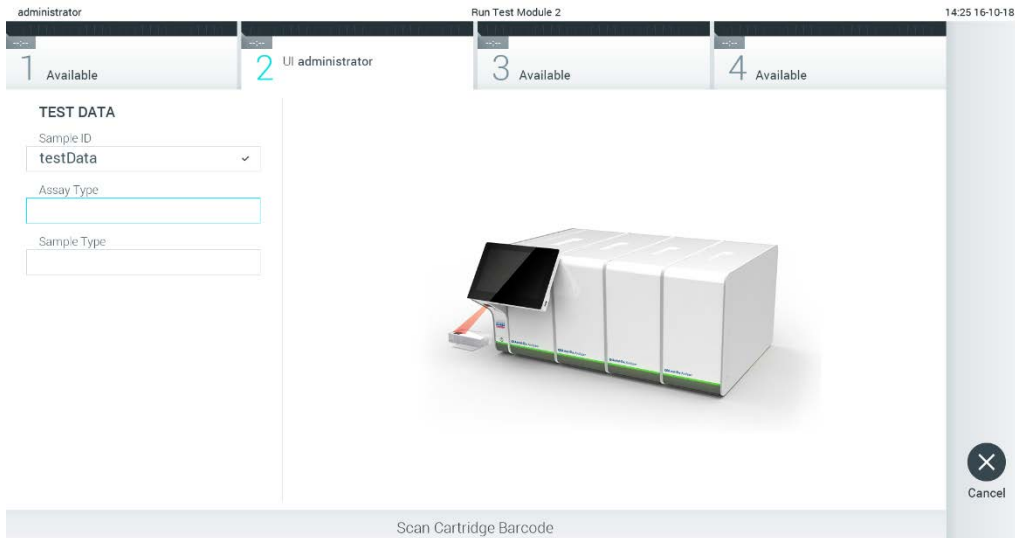

Abbildung 24: Scannen des Barcodes der QIAstat-Dx Assay-Kartusche.
3. Scannen Sie nach Aufforderung den Barcode der zu verwendenden QIAstat-Dx Assay-Kartusche. Der QIAstat-Dx Analyzer 1.0 erkennt den durchzuführenden Test automatisch anhand des Barcodes der QIAstat-Dx-Assay-Kartusche (Abbildung 24).